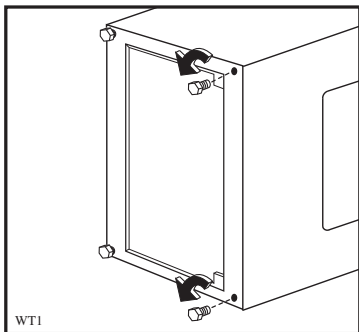
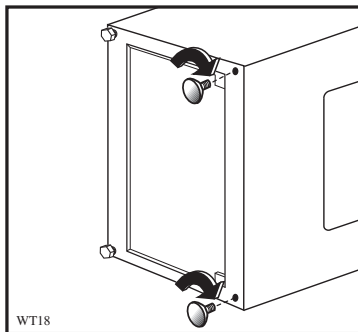

Fig 1
Fig 1a
- Quitar los pies frontales (fig. 1) y sustituirlos con los pies de goma correspondientes (fig. 1a).